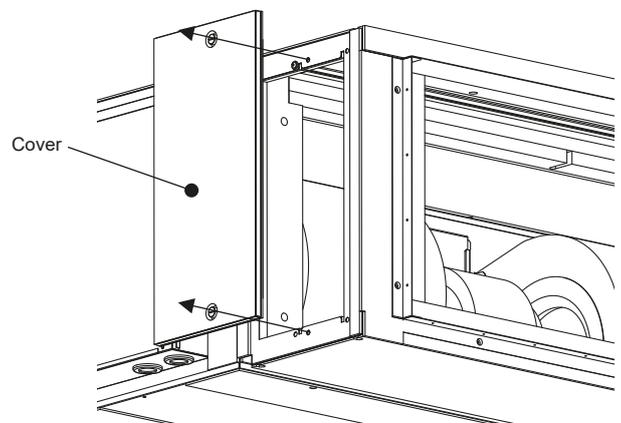

Fig.7
(1) フィルターボックスのフタを閉めているネジ(2本)を外します。(図7)
- (1) Remove the two screws for the cover on the filter box. (Fig. 7)